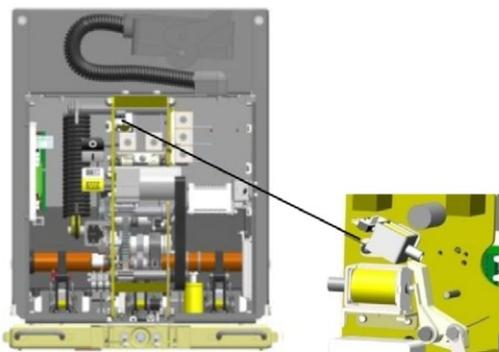

Рис. 9 Электромагнитная блокировка включения выключателя при отсутствии оперативного питания
Рис. 9а Электромагнитная блокировка перемещения выкатного элемента
1.4.1.6.5 Электромагнитная блокировка включения выключателя при отсутствии оперативного питания (рис. 9) позволяет блокировать спусковой механизм выключателя, при этом осуществляется блокировка ручного включения от кнопки «Включение» и дистанционного – от электромагнита включения.
1.4.1.6.6 Опционально устанавливается электромагнитная блокировка перемещения выкатного элемента (рис. 9а). При отсутствии напряжения шток 1 электромагнита препятствует перемещению планки 2 и блокирует вращение рукоятки оперирования тележки аппаратной.